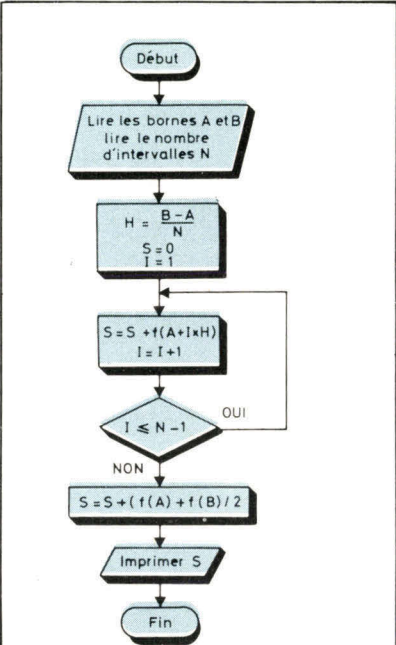

Fig. 5. - Organigramme de résolution d'une intégrale par la méthode des trapèzes.
L'organigramme permettant d'implémenter cette formule est présenté figure 5. La méthode consiste à calculer n - 1 fois f(a + ih), à faire le cumul de toutes ces valeurs puis à ajouter les termes f(a) et f(b).
* Voir Micro-Systèmes n° 13, figure 5 page 111.